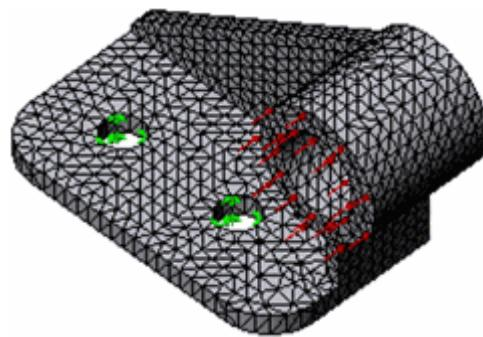

Рис. 1.4. Створення сітки деталі
6.1. Виберіть  , щоб прийняти величини. Починається створення сітки й відкриється вікно **Процедура створення сітки**. Після завершення створення сітки модель із сіткою з'явиться в графічній області (рис. 1.4).